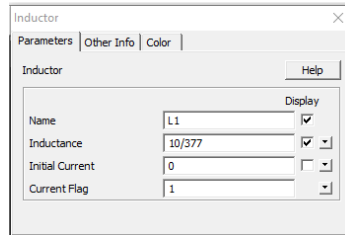

Figura 3: Menu para atribuição de valores aos parâmetros do componente.
- d. Correntes em bipolos podem ser medidas sem a utilização de “Probe”, habilitando-se o “flag de corrente” (“Current Flag”=1, de acordo com a Figura 3);
- e. O nome do componente é definido inicialmente pelo programa e pode ser livremente alterado pelo usuário (Figura 3). O nome e os valores dos parâmetros podem ou não ser exibidos na tela dependendo da habilitação da variável “display” no menu do componente (Figura 3). Para componentes mais complexos (filtros, transformadores, transistores, etc.) quando o texto do menu é insuficiente para a clara compreensão do significado de cada parâmetro, recomenda-se a utilização do botão help, ou uma consulta ao manual do software (disponível no diretório do PSIM);